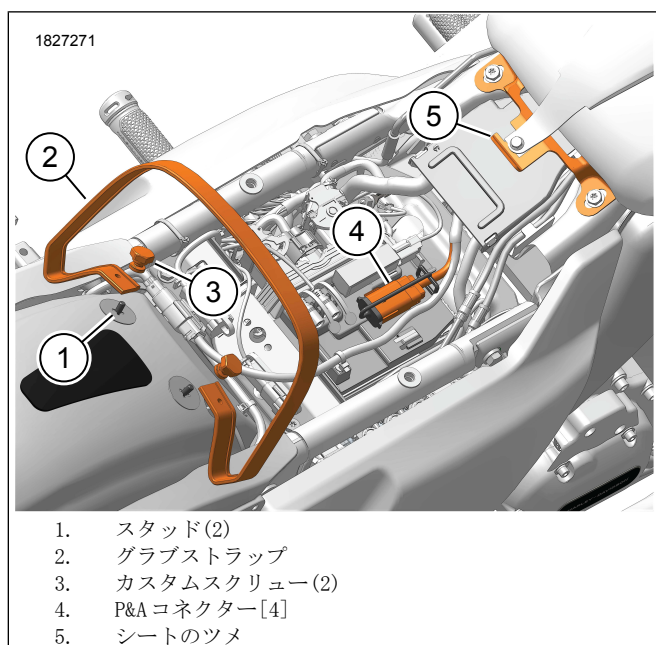

図2. 構成部品の位置
1. 図2を参照してください。新品のグラブストラップを取り付けます。
3. 図2を参照してください。シートハーネスコネクター(5)をP&Aアクセサリコネクター(4)に接続します。
5. 図2を参照してください。シートの前方下側にあるシート取り付けスロット(6、図7)がシートのツメ(5)の後ろ側になるまで、グラブストラップ(2)を通してシートの後部を挿入します。
6. 図2を参照してください。シートのツメがシート取り付けスロット(5)と完全にかみ合うまで、シートを前方にスライドさせます。